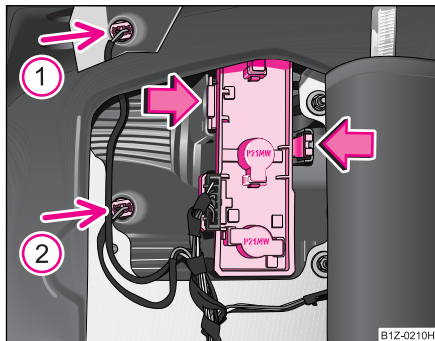

Fig. 225 Desmontaje
- Presione las pestañas de enclavamiento en el sentido de la flecha y saque el soporte de lámpara ⇒ fig. 225.
- Saque la bombilla defectuosa (flecha ① ó ② ⇒ fig. 225) de la carcasa y cámbiela por una nueva.
- Saque la bombilla defectuosa (flecha ① ó ② ⇒ página 306, fig. 225) de la carcasa y cámbiela por una nueva.